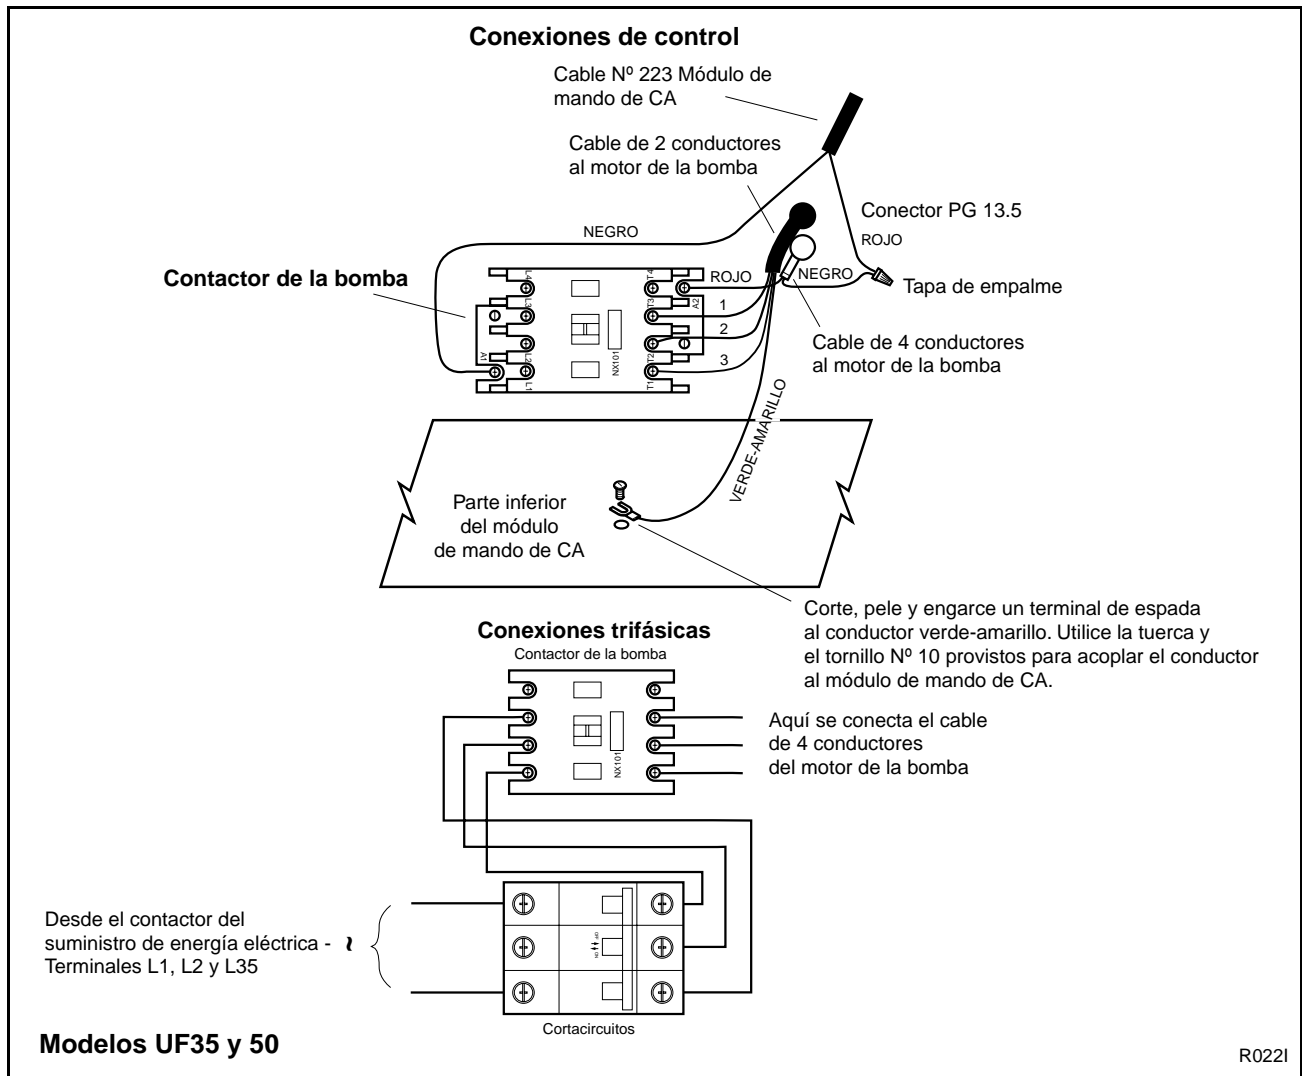
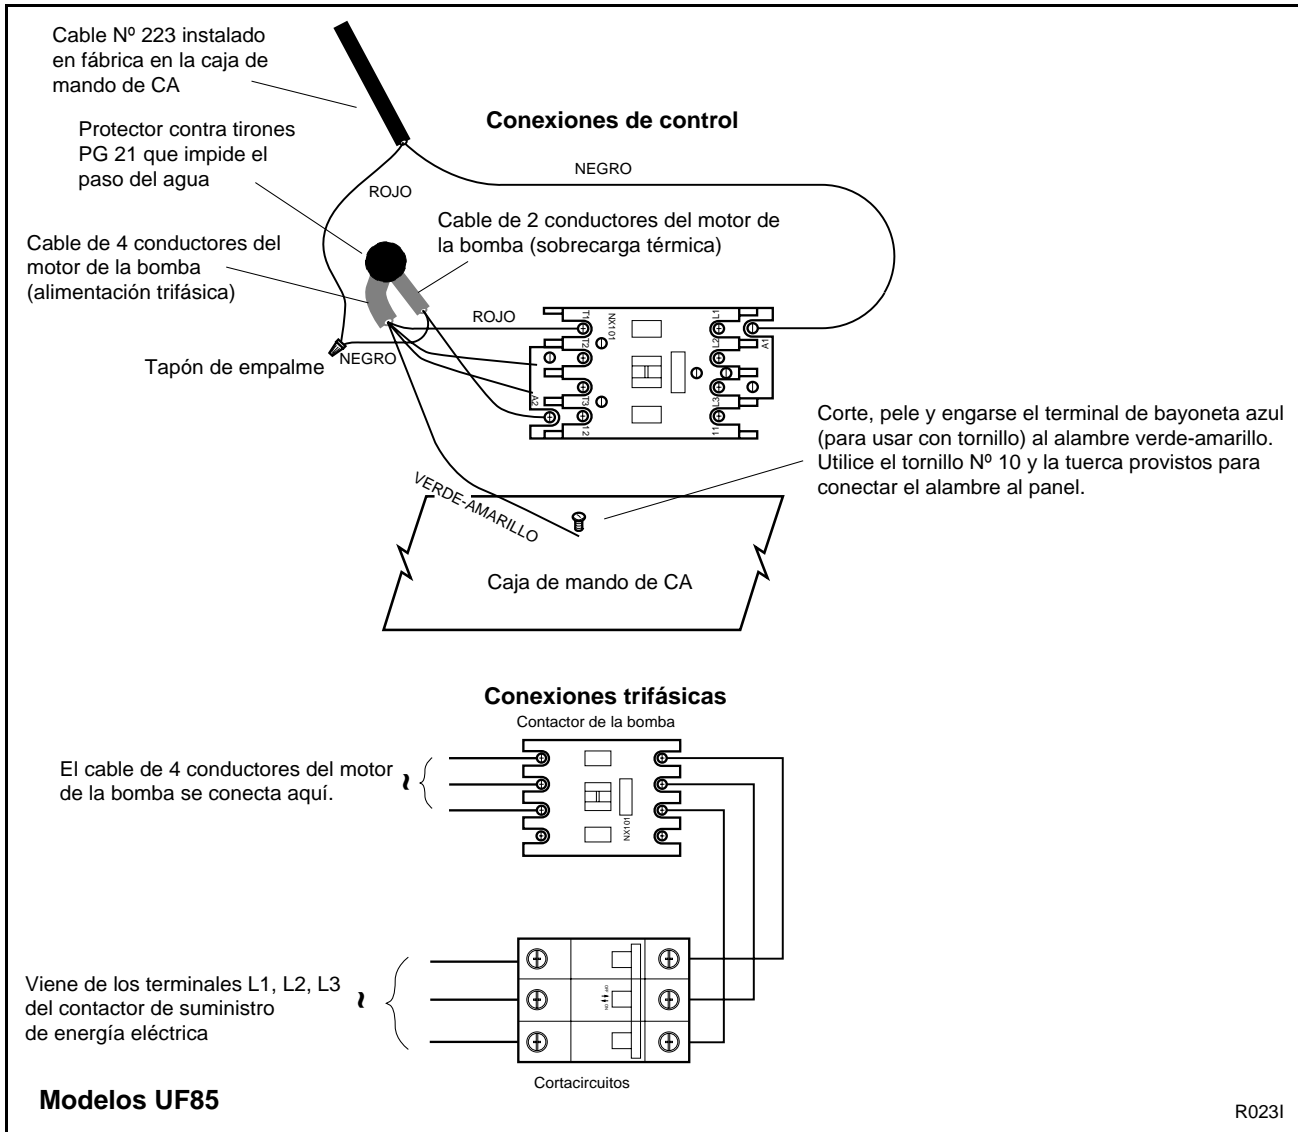

Figura 23
Figura 24
- b. *En los modelos de 35 y 50 libras,* instale dos protectores contra tirones PG 13.5 que impiden el paso del agua, incluidos en el juego de piezas, en lugar de los dos enchufes superiores. Vea la Figura 23. *En los modelos de 85 libras,* instale el protector contra tirones PG 21, en lugar del segundo enchufe superior. Vea la Figura 24.
- d. *En los modelos de 35 y 50 libras,* encamine los cables de 2 y de 4 conductores a través de los dos protectores contra tirones PG 13.5 instalados en el paso b. Vea la Figura 23. *En los modelos de 85 libras,* encamine los cables de 2 y de 4 conductores a través del protector contra tirones PG 21 como se ilustra en la Figura 24.
- e. Conecte el alambre rojo del cable de 2 conductores proveniente del conjunto de recipiente, filtro y bomba, al terminal A2 del contactor de la bomba. Vea la Figura 23.